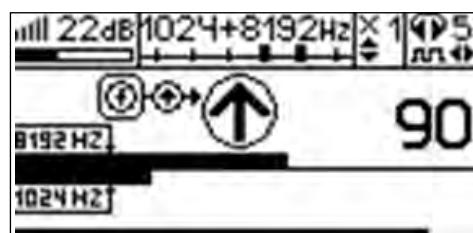

Рис.4.3
3. Включить приемник. В «Стартовом окне» следует выбрать вид принимаемого сигнала – «двухчастотный» . После запуска измерения кнопкой появится окно «направление сигнала» (рис.4.3).